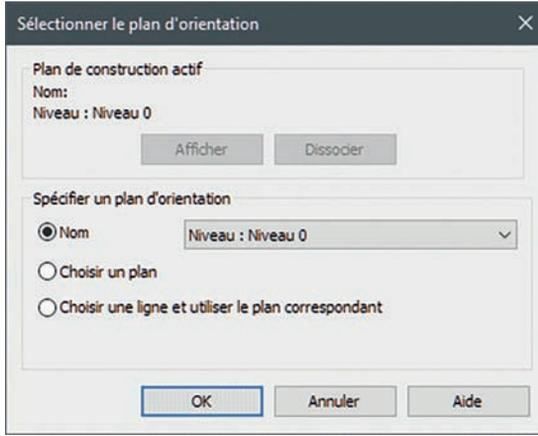

Fig. 1.7
- *Plan d'orientation* (fig. 1.7) : cette fonctionnalité permet d'orienter la vue selon la sélection d'une face d'un élément du modèle ou depuis un élément de données (Ligne de niveau, Plan de référence, Quadrillage). Le choix s'effectue depuis la même boîte de dialogue que la définition du Plan de construction.